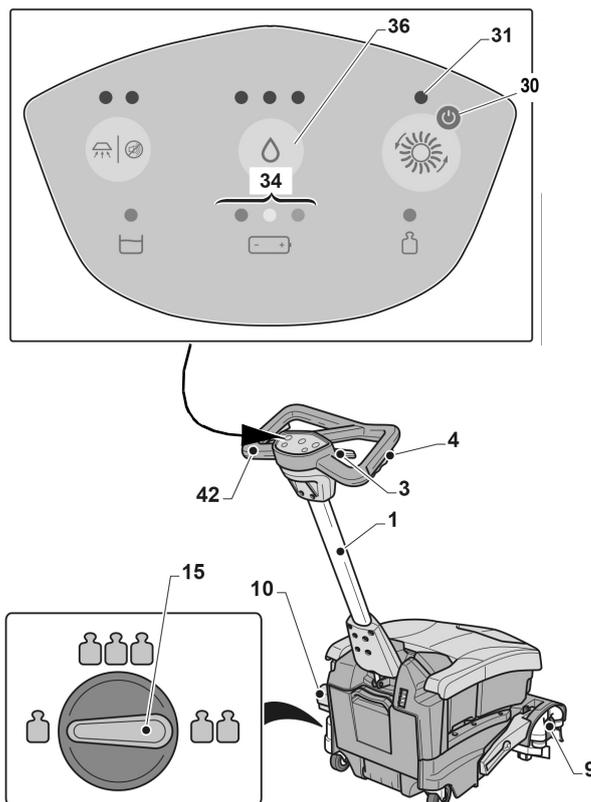

Abb. 20: Betrieb
Schritt 1: Nachdem Sie die Maschine gestartet und den Zyklus ausgewählt haben, beginnen Sie die Reinigung, indem Sie die Hebel (Pos. 4, Abb. 20) oder den Hebel (Pos. 3, Abb. 20) drücken und gedrückt halten; danach schalten Sie die Maschine mit den Tastern (Pos. 42, Abb. 20) auf dem Griff (Pos. 1, Abb. 20) ab.
Durch Freigabe der Hebel (Pos. 4, Abb. 20) oder des Hebels (Pos. 3, Abb. 20) werden die Bürstendrehung und die Wasserversorgung abgeschaltet, während der Sauger für weitere 10 Sekunden läuft.
Schritt 2: Stellen Sie ggf. die Waschwassermenge über den Schalter (Pos. 36, Abb. 20) ein.
Schritt 3: Prüfen Sie den Ladezustand der Maschine anhand der LED (Pos. 34, Abb. 20) (nur für die batteriebetriebene Version).
Schritt 4: Stellen Sie ggf. den Bodendruck der Bürste über den Schalter (Pos. 15, Abb. 20) ein.
Schritt 1: Bei Beendigung der Reinigung unterbrechen Sie die Wasserversorgung, bevor Sie die Maschine abschalten, durch Betätigen des entsprechenden Tasters und fahren Sie mit dem Sauger und der angebrachten Drehbürste fort, um die gesamte Flüssigkeit vom Boden und von der Bürste aufzusaugen, und heben Sie dann die Hebel (Pos. 4, Abb. 20) an.
Schritt 2: Heben Sie die Bürstengruppe (Pos. 9, Abb. 20) an, indem Sie das Pedal (Pos. 10, Abb. 20) ganz durchdrücken und es in der dazugehörigen Aussparung blockieren.
Schritt 3: Drücken Sie den Taster (Pos. 30, Abb. 20), die LED (Pos. 31, Abb. 20) erlischt.